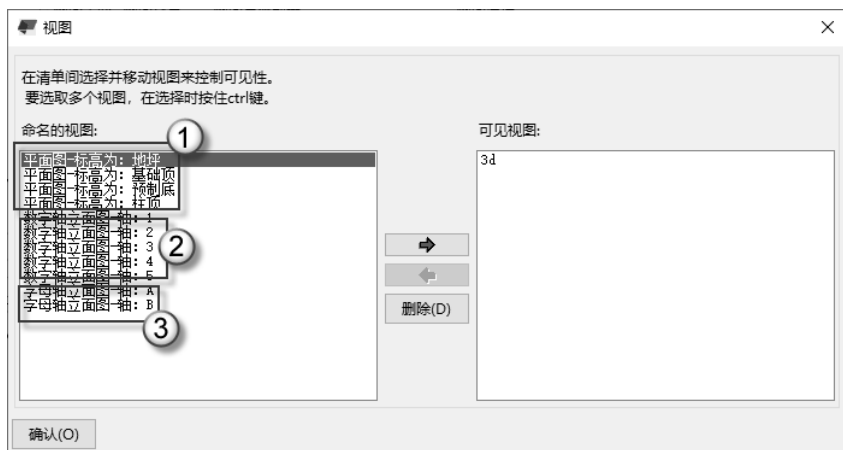

图 1.23 检查视图列表
(2) 检查视图列表。在弹出的“视图”对话框中，如图 1.23 所示，可以看到刚刚生成的视图列表。列表中有平面视图，如平面图-标高为：地坪、平面图-标高为：基础顶、平面图-标高为：预制底、平面图-标高为：柱顶（图中①处）。列表中有数字轴立面图，